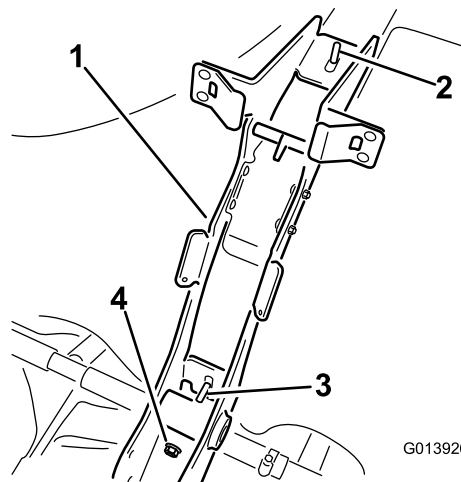

図 4
8. メインサポートフレームをタンク固定ベルトに固定するフランジナット 3/8-16 2個を使用する 図 4。